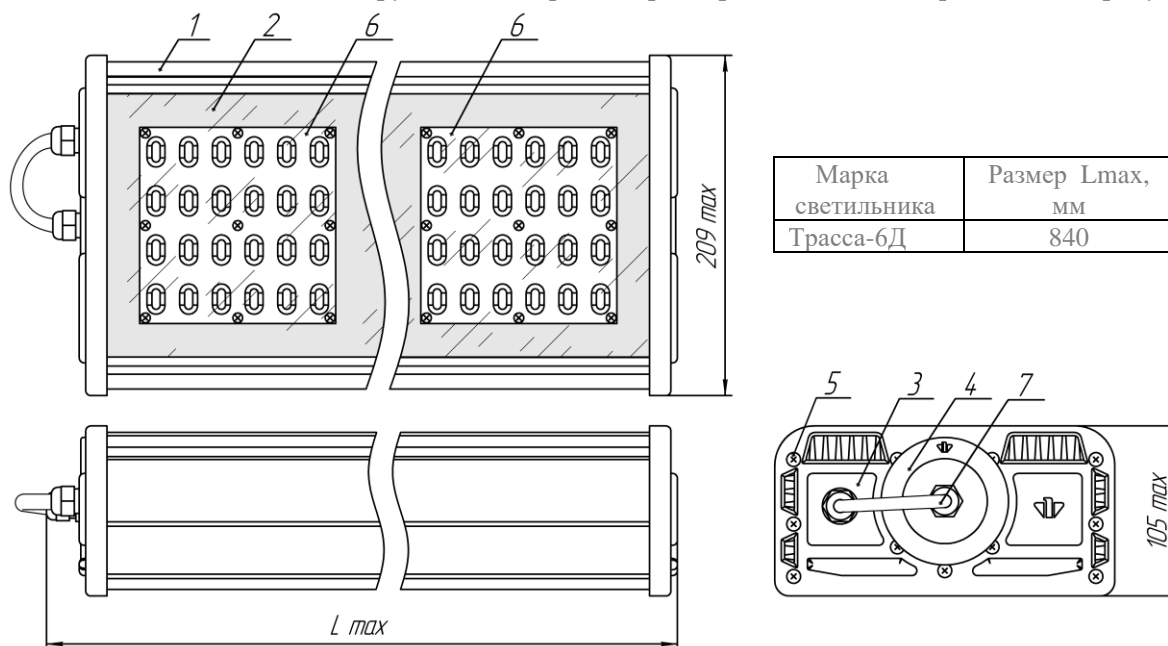

Рисунок 1
1.4.1. Светильник состоит (см. Рисунок 1) из корпуса, изготовленного из алюминиевого анодированного сплава, который является несущим элементом светильника (поз.1), прозрачного неокрашенного защитного стекла из ударопрочного оптического поликарбоната (поз.2), двух торцевых крышек (поз.3), заглушки (поз.4), крепежных винтов (поз.5), модулей светодиодных (поз. 6), источника питания и контактного устройства установленных внутри корпуса.
2.2.2. Снимите заглушку с закрепленным на ней контактным устройством (рисунок 1 поз.4)
2.2.3. Проверьте сетевой кабель (рисунок 1 поз.7) - если внешний гибкий кабель светильника окажется поврежден, он должен быть заменен только изготовителем, или его сервисной службой, или другим квалифицированным персоналом, чтобы обезопасить потребителя от возможного поражения электрическим током.